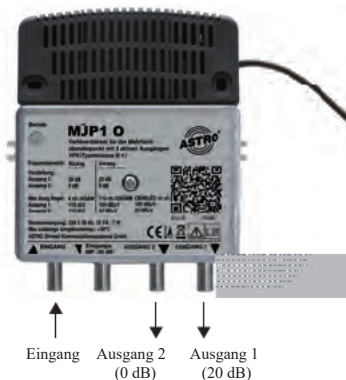

Bild 3: MÜP verbinden
1. Stecken Sie die F-Stecker jeweils auf die Eingangs- und Ausgangsanschlussbuchse des Verstärkers und schrauben Sie den äußeren Ring des F-Steckers fest (vgl. Bild 3).